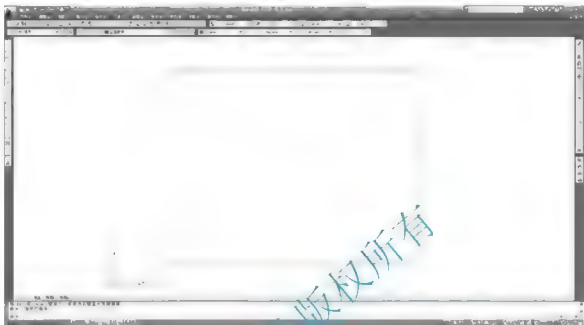

图 5.3 调整视图
④ 用【实时缩放】命令 $\square$ 将视图调整到如图 5.3 所示的状态。